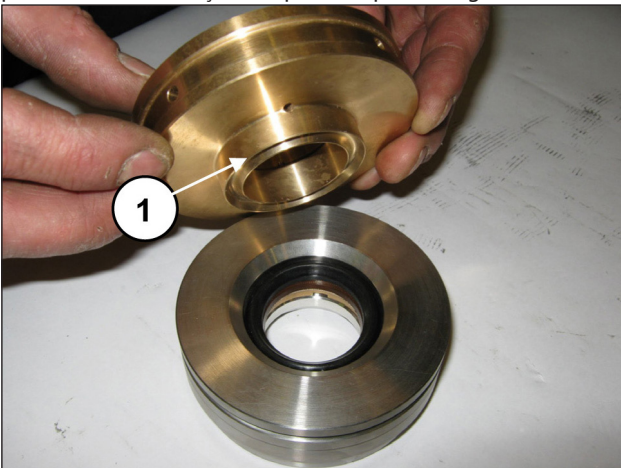
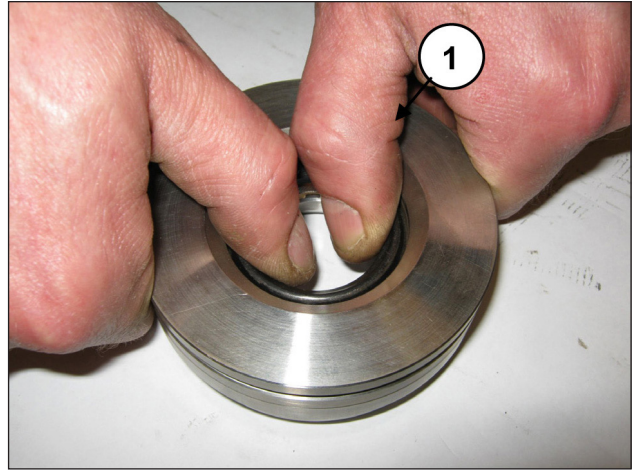

Fig. 172
Fig. 173
Separe o suporte das vedações da camisa (pos. ①, Fig. 172), para acessar as vedações de pressão (pos. ①, Fig. 173).